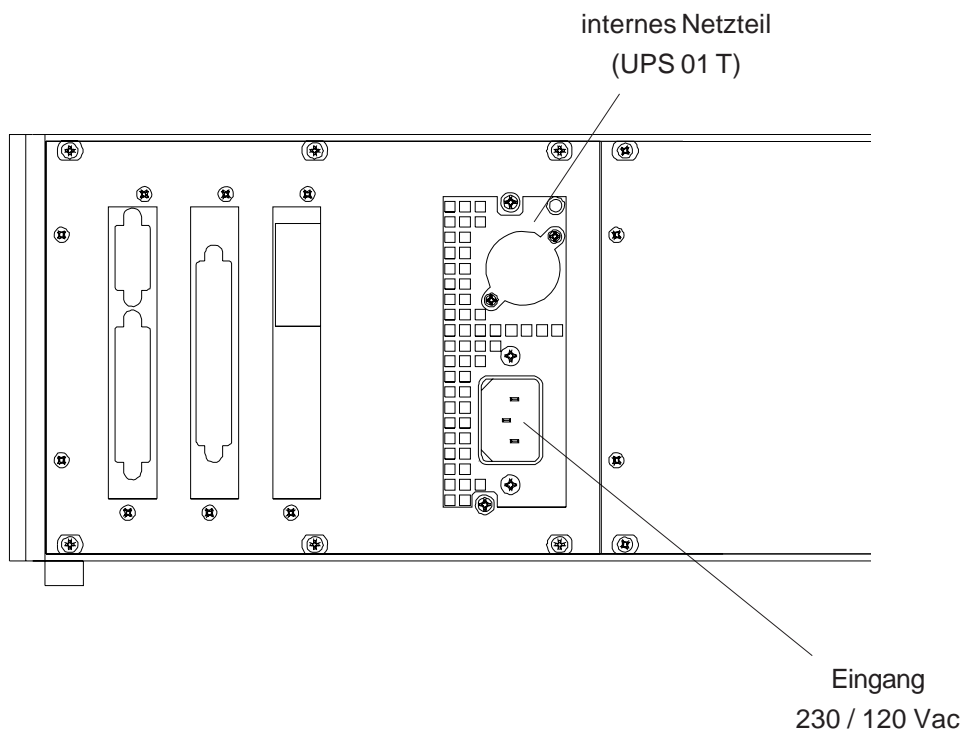

Abb. 3-1: MLT 3, Spannungsversorgung
- o Verbinden Sie die Netzleitung und das interne Netzteil (UPS 01 T) (siehe Abb. 3-1, Stecker AC).